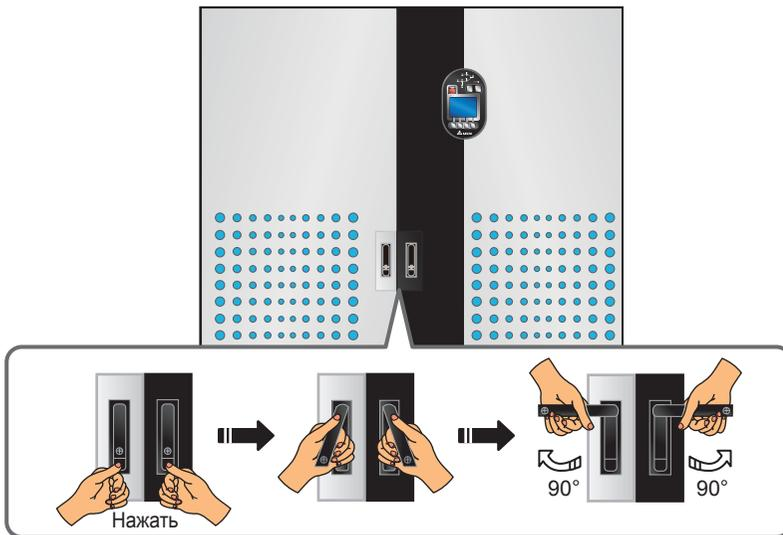

Рис. 2-3. Вид спереди и ручки на дверцах
- **Как открыть дверцы:** спереди на кабинете имеется две дверцы с ручками. На правой дверце находится панель управления. На **Рис. 2-3** показано, как открыть эти дверцы.